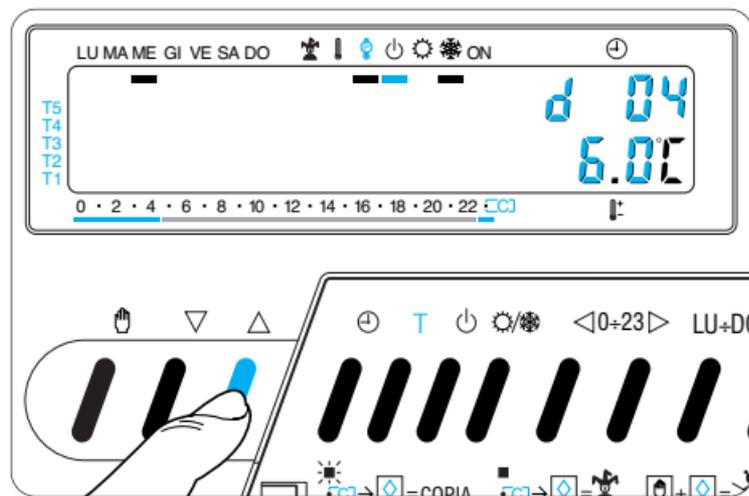

Fig. 63
**16.6 -** Premere il pulsante  o  sino a raggiungere il numero di giorni desiderato da 1 a 99 (fig. 63). Nel conteggio dei giorni è compreso anche quello in cui viene effettuata la programmazione